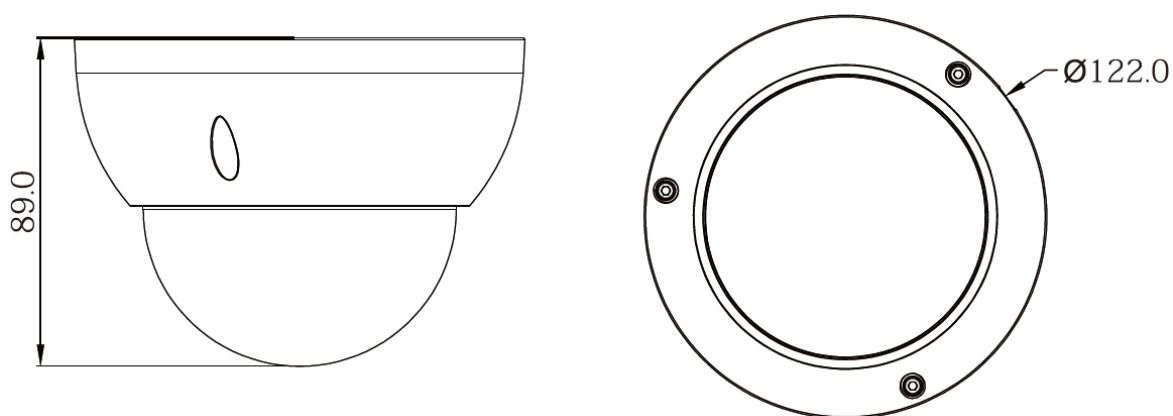

Рисунок 1
2.2 Выберите место крепления камеры с учетом габаритных размеров (рис. 1) и удобства работы с монтажным инструментом.